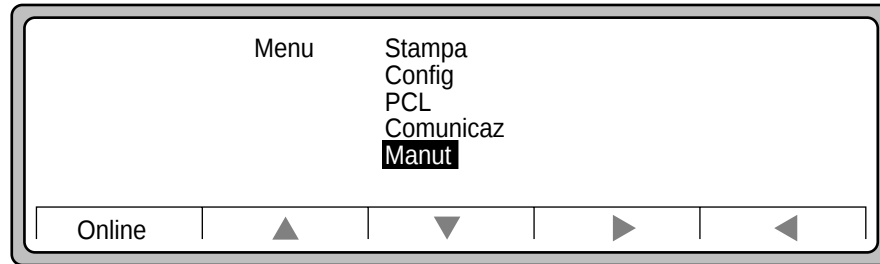

Figura 4-9 Manut
2. Usare ▼ per evidenziare Manut, come mostrato nella Figura 4-9.